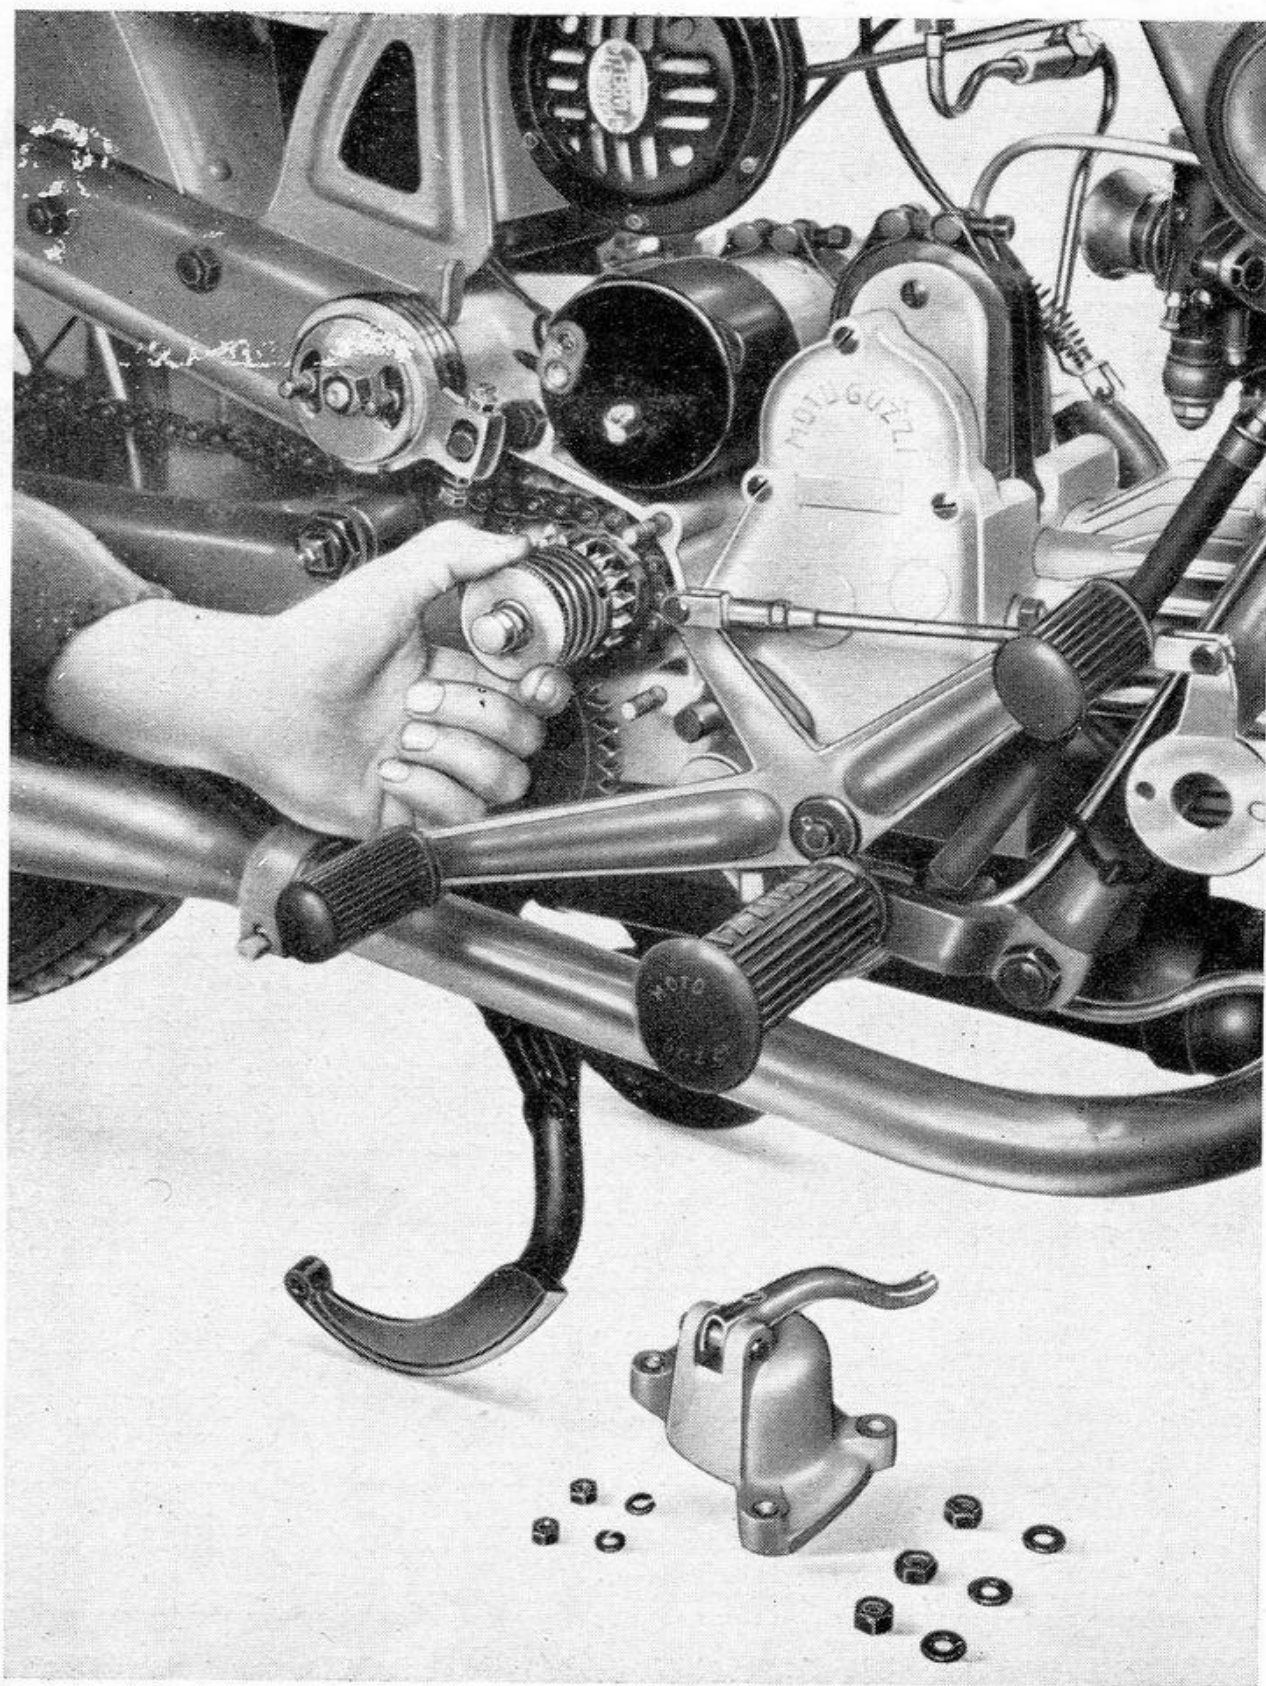

Fig. 9
2) La frizione slitta, si verificano cioè scorrimenti fra i dischi anche quando il comando è in posizione « tutto innestato ». Ciò dipende da molle troppo scariche. Rimedio: (dopo avere tolto il coperchio coprimolle frizione), avvitare il disco zigrinato o sostituire le molle (*ved. fig. 9*).